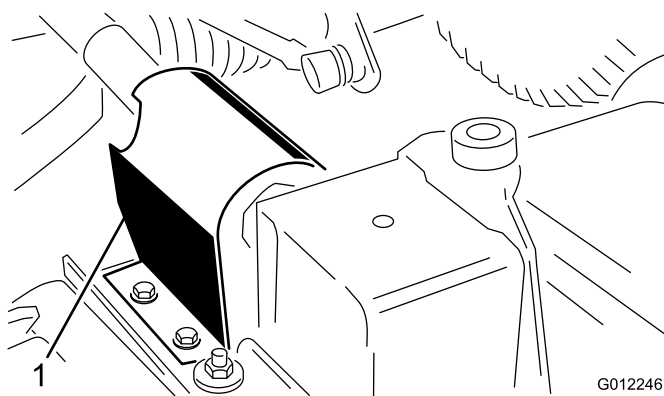

Bild 8
2. Entfernen Sie die zwei Blebschrauben, mit denen das Zapfwellenschutzblech oben an der Befestigungsplatte des Mähwerkgetriebes befestigt ist, und nehmen Sie das Schutzblech ab (Bild 8).